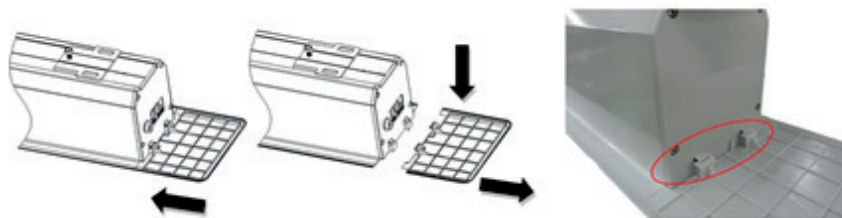

Figura 6
6. Finalmente, coloque las tapas de inspección (B) en los laterales de la carcasa. Para desmontarlas, tire de las tapas hacia abajo y extráigalas de la carcasa (figura 6).